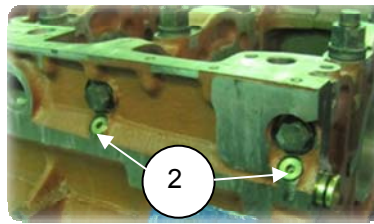

Рис. 2.58.2
2. Отвернуть 7 болтов (2) стяжных длинных (рис. 2.58.2);